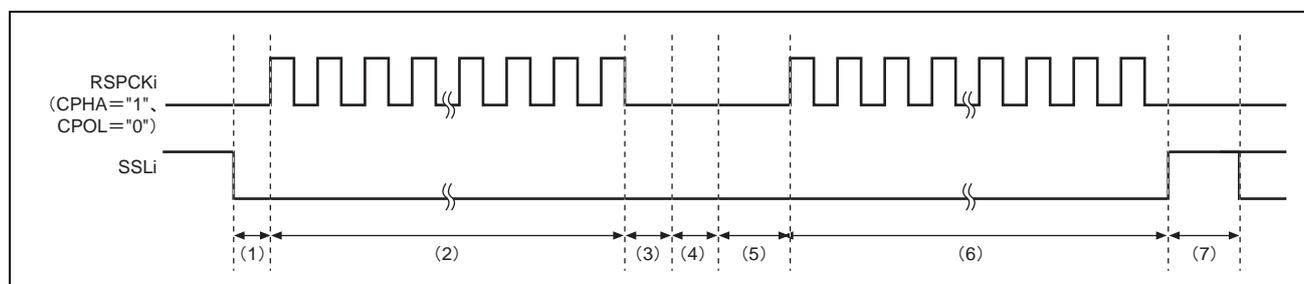

図 24.20 SSLKP ビットを利用したバースト転送動作の例
図 24.20 に、SPiCMD0 レジスタと SPiCMD1 レジスタの設定を使用してバースト転送を実現した場合の SSLi 信号動作例を示します。図 24.20 に記載した (1) ~ (7) の RSPIi 動作内容について、以下に説明します。なお、SSLi 出力信号の極性は、RSPIi スレーブセレクト極性レジスタ (SPiSSLP) の設定値に依存します。
SSLKP ビットに"1"を設定した SPiCMD レジスタでの SSLi 信号出力設定と、次転送で使用する SPiCMD レジスタでの SSLi 信号出力設定が異なる場合、RSPIi は次転送のコマンドに対応した SSLi 信号のアサート時(図 24.20 の (5)) に SSLi 信号状態を切り替えます。このような SSLi 信号の切り替えが発生した場合、MISOi をドライブするスレーブが競合して信号レベルの衝突が発生する可能性があるので注意してください。